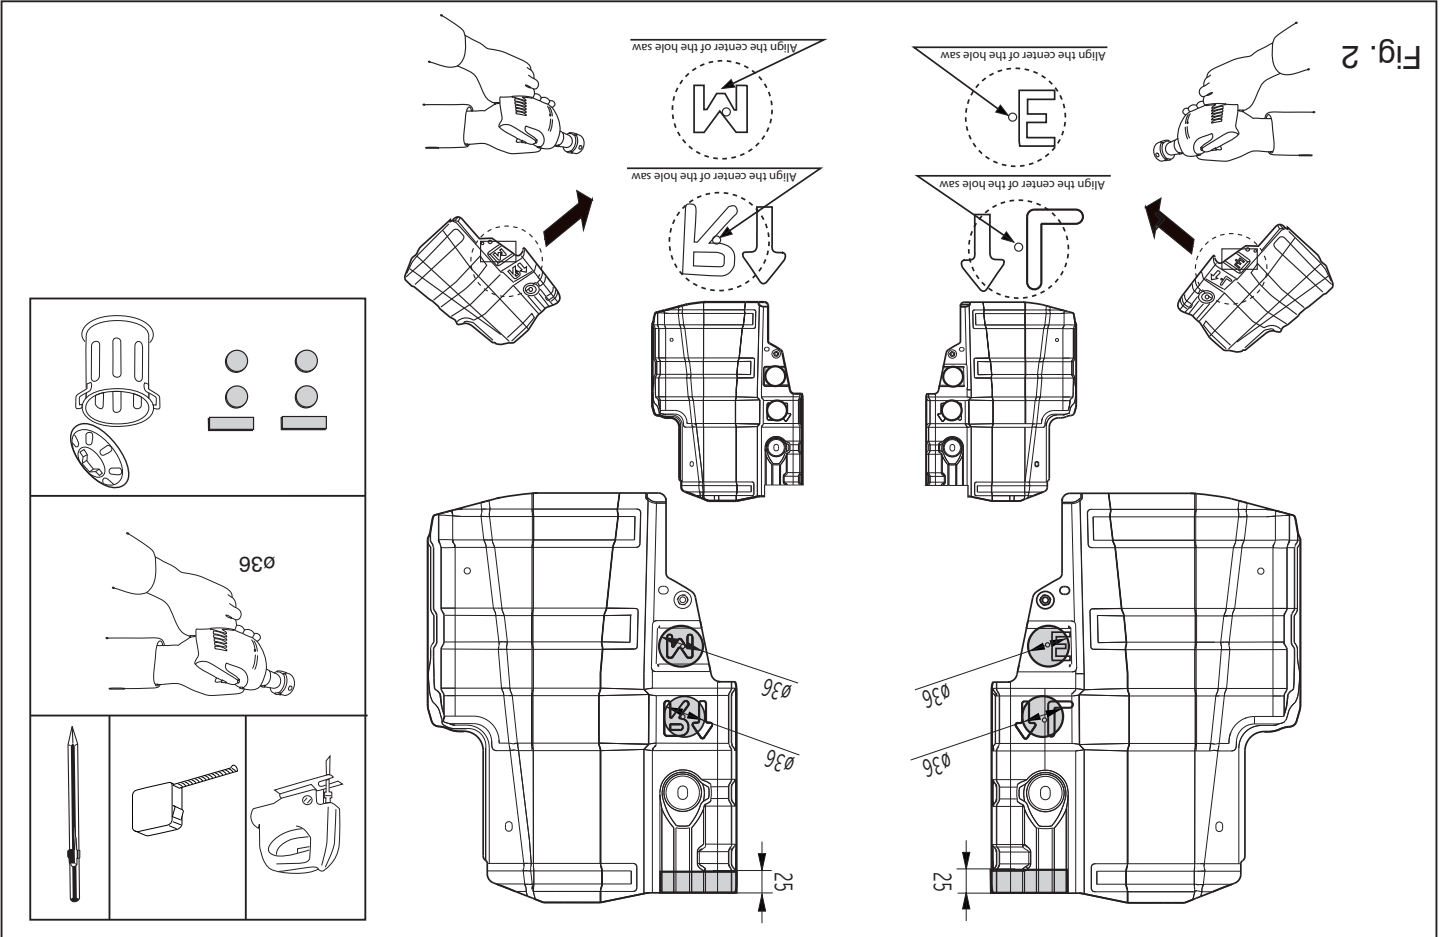

Fig. 2
3. Cut out the portions as indicated in fig. 2.
3. Gemäß Abb. 2 die angegebenen Teile ausschneiden.
3. Вырезать обозначенные части, как указано на рис. 2.